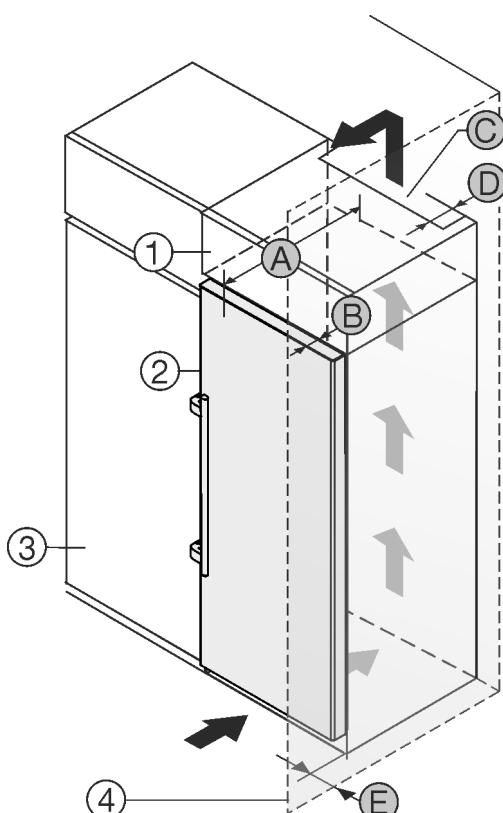

Fig. 2
- (1) Шафа для встановлення на пристрій*
- (2) Пристрій*
- (3) Кухонна шафа*
- (4) Стінка*
- (A) Глибина пристрію*
- (B) Глибина дверей*
- (C) Вентиляційний зазор*
- (D) Відстань задня сторона пристроя*
- (E) Відстань до сторони пристроя*
Ви можете встановити пристрій безпосередньо поряд із кухонною шафою Fig. 2 (3).*
Зі зворотного боку шафи для встановлення на пристрій слід передбачити вентиляційну шафу завглибшки Fig. 2 (D) на всю ширину цієї шафи.*
Слід дотримуватись вентиляційного отвору Fig. 2 (C) в стелі приміщення.*
Якщо пристрій із шарнірами встановлюється поряд зі стіною Fig. 2 (4), відстань між пристроєм та стіною повинна бути не менше 57 мм. Це відповідає необхідній відстані для ручки після відкривання дверцят.*
Щоб мати можливість повністю відкривати дверцята, потрібно, щоб пристрій виступав на відстань глибини дверцят Fig. 2 (B) відносно передньої панелі кухонної шафи. Залежно від глибини кухонних шаф Fig. 2 (3) та використання пристінних розпірок пристрій може ще більше виступати вперед.*